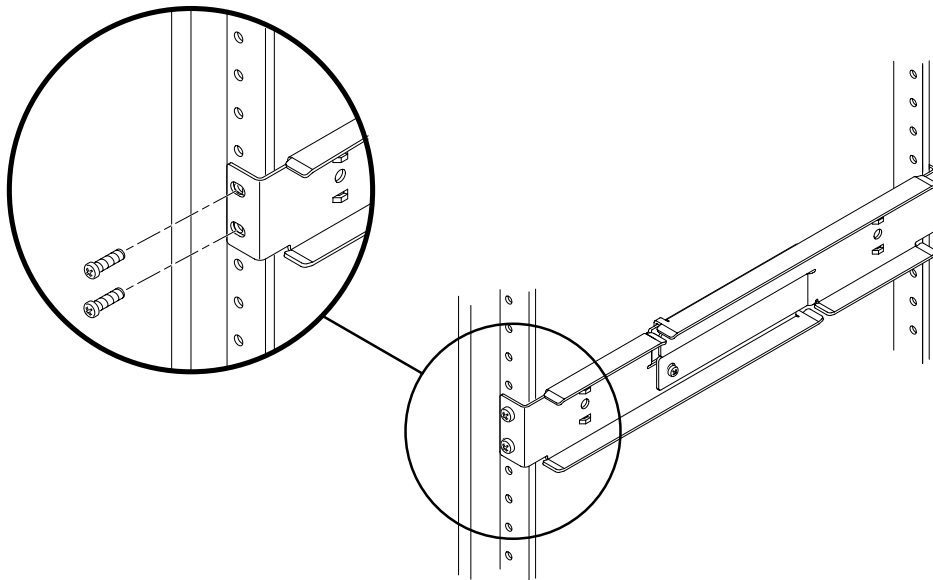

BILD 3-16 Skruva fast de justerbara skenor framsidor i racket
3. Placera en justerbar skena i önskad plats i racket. Använd två skruvar för att skruva fast skenans framsida i racket (BILD 3-16).